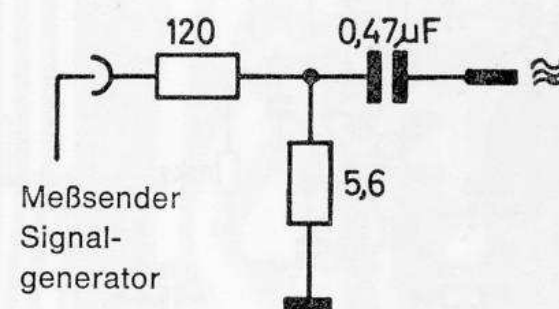

Fig. 6
- 6.6 Beim AM-ZF-Abgleich Spannungsteiler, Fig. 6, verwenden.
- 6.6 For AM-IF alignment use voltage divider, see fig. 6.
|   | über Spannungsteiler Fig. 6via voltage divider Fig. 6 |                 |                      |  |                          | ab Basis from base V 900 <3>   |  |